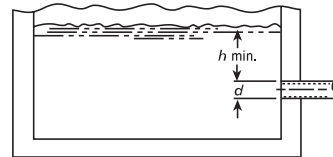

Figure 2
3.6. Le diamètre (d) et la hauteur d'immersion minimale (h min.) de l'entrée du tuyau d'aspiration doivent être suffisants pour empêcher l'aspiration d'air par vortex (v. figures 2 à 5).